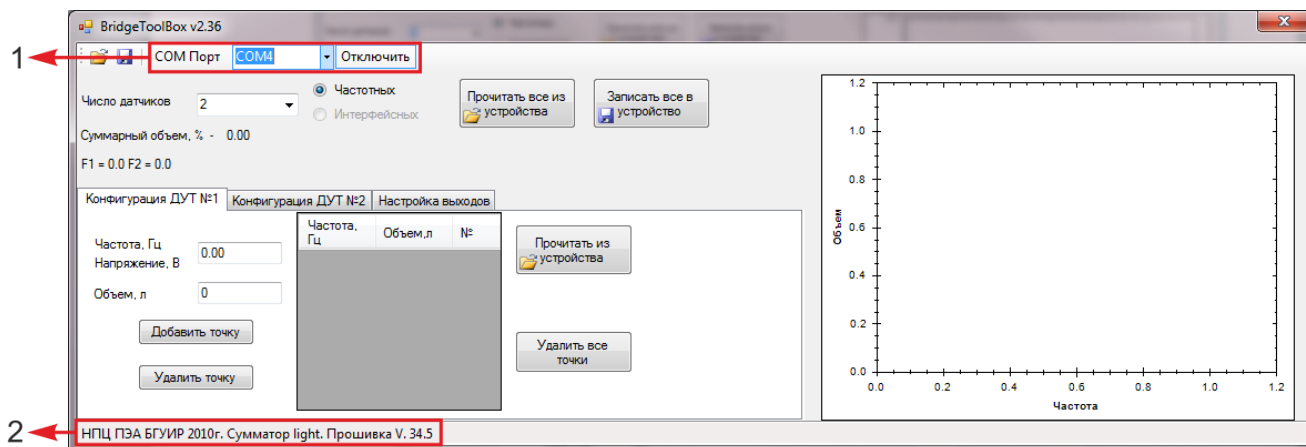

Рисунок 10 – Главное окно BridgeToolBox
3. Запустить программу BridgeToolBox, в меню «СОМ Порт» главного окна программы (рис. 10) указать номер последовательного порта, к которому подключен сумматор.
4. Нажать кнопку [Подключить], убедиться, что связь с сумматором установлена (рис. 10,1). При успешном подключении в главном окне программы (рис.10,2) появится название устройства и версия прошивки.